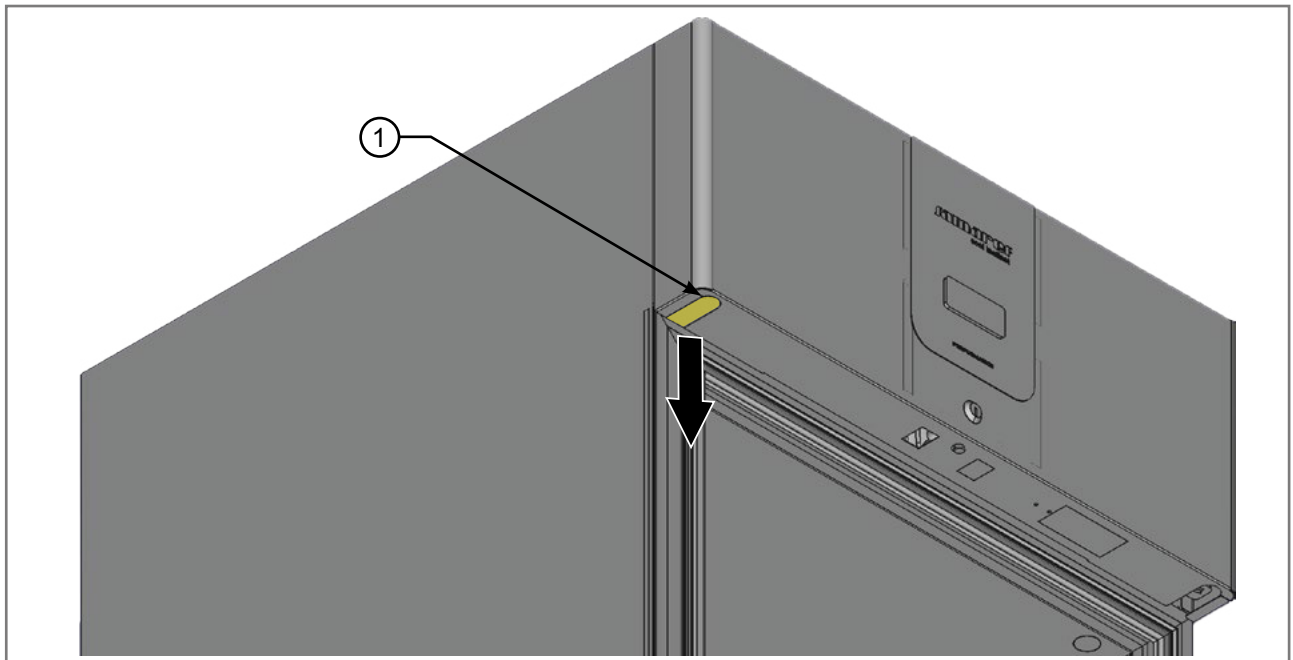

Abb. 3.25 - Vorgeschnittene Bleche
- Im Armaturenbrett die vorgestanzte Platte (1 – Abb. 3.25) entfernen.